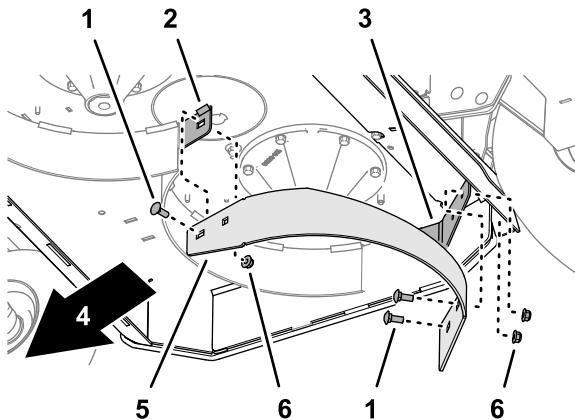

Figure 13
- Retirez les 3 boulons de carrosserie ($\frac{3}{8}$ " x 1") et les 3 contre-écrous à embase ($\frac{3}{8}$ ") qui fixent le déflecteur droit à la bride de la plaque de mulching et au petit déflecteur du plateau de coupe, et déposez le déflecteur gauche (Figure 13).